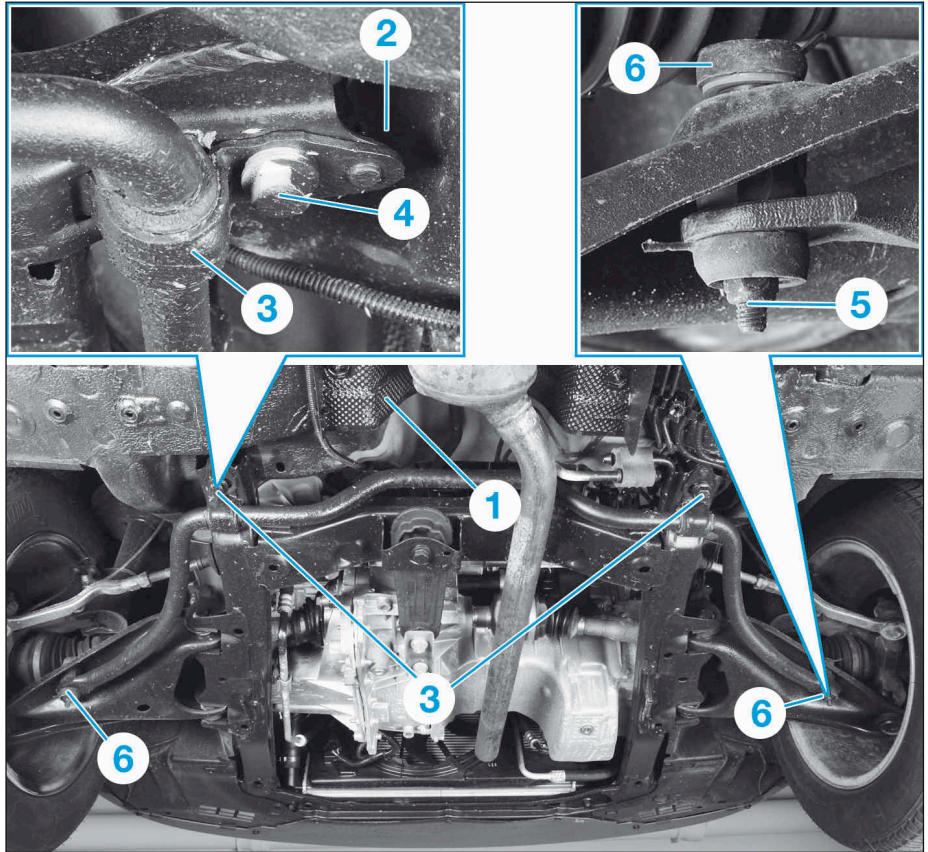

FIG.5
- Décaler légèrement l'écran thermique (1) pour pouvoir dévisser l'écrou de palier droit de la barre stabilisatrice (Fig.5).
- les écrous (2) de paliers centraux (3),
- les vis (4) de paliers centraux (3),
- les écrous (5) des biellettes (6),